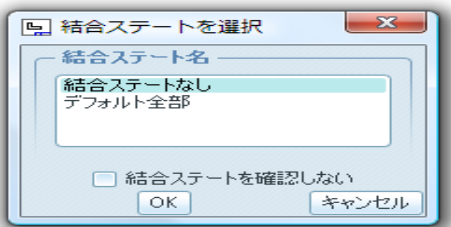
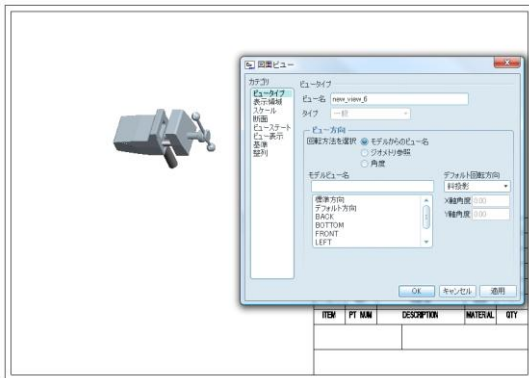

図 12-87 結合ステート選択
図 12-88 デフォルト投影図
- 5) 製図シートに投影図図面を作成する。レイアウトモードの「一般」をクリックすると結合ステート選択ボックスに、結合ステートなしを選ぶ、OKする(図 12-87)に示す。図面シートに1回クリックをするとモデルのデフォルト方向投影図と図面ビューの設定ボックスが現れる(図 12-88)に示す。